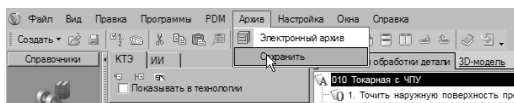

Рисунок 88
44. Нажмите кнопку **Архив** на панели инструментов и выберите в меню **Сохранить** (рис. 88).